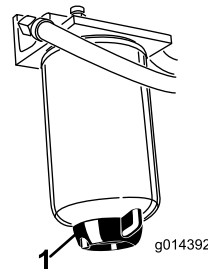

Bild 47
Entfernen Sie täglich Wasser und andere Fremdstoffe aus dem Wasserabscheider (Bild 47). Wechseln Sie die Filterglocke alle 400 Betriebsstunden aus.
2. Lösen Sie die Ablassschraube an der Unterseite der Filterglocke (Bild 47).